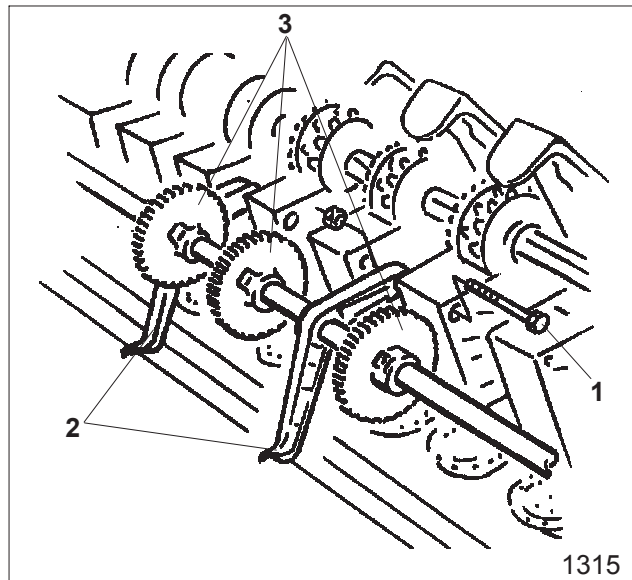

Fig. 18.27
- Dévisser les paliers pivotants fixés par une vis à 6 pans (Fig. 18.27/1) sur les anciens carters de distribution de jalonage (Fig. 18.27/2).
- Desserrer le pignon d'entraînement (Fig. 18.27/3) et le glisser de manière correspondante sur l'arbre intermédiaire.
- Fixer les nouveaux paliers pivotants (Fig. 18.27/2) sur les nouveaux carters de distribution de jalonage.